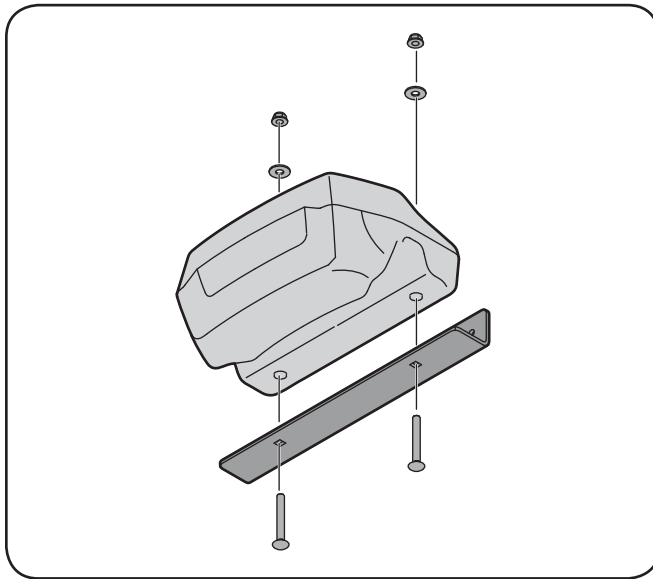
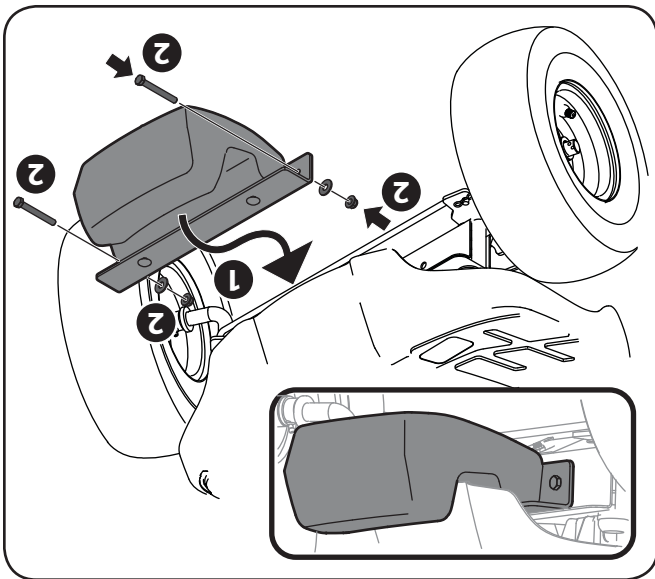

Figure 4-8
Figure 4-10
Assemblez et installez le contrepois sur la tringlerie de direction avant à l'aide de la quincaillerie de l'ensemble 683-05063. Voir Figure 4-8 et Figure 4-10.
1. Installez le support de montage du contrepois sur le contrepois à l'aide de deux boulons de carrosserie 710-0572, deux rondelles plates 736-0159 et deux contre-écrous à bride 712-04063 de l'ensemble de quincaillerie 683-05063. Voir Figure 4-8.